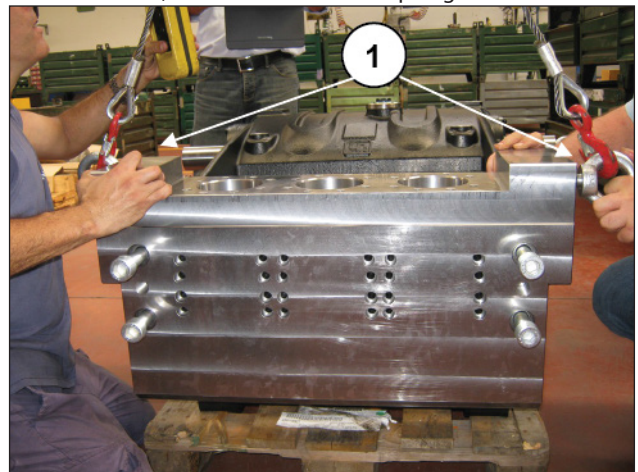
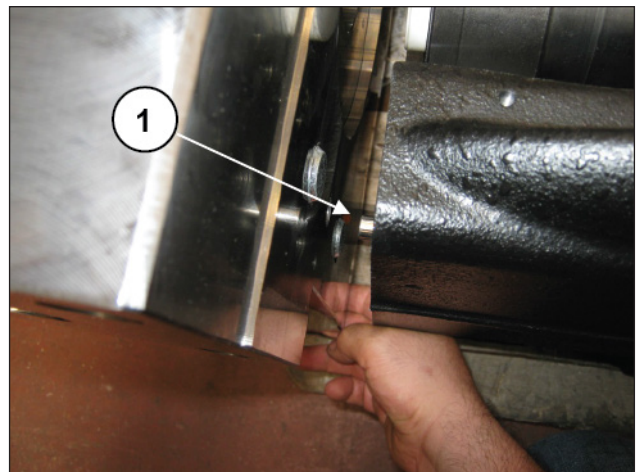

Fig. 192
Fig. 193
Monte dois olhais M24 nos furos de fixação da flange de distribuição (pos. ①, Fig. 192) e sucessivamente reposicione o cabeçote no cárter dianteiro, prestando atenção para não estragar os pinos de posicionamento presentes neste último (pos. ①, Fig. 193) e fixe-os com os quatro parafusos M24. Proceda com a calibragem dos parafusos M24 com chave dinamométrica, conforme indicado no parágrafo 3.